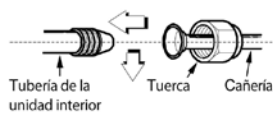
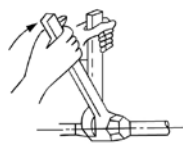

Fig. 51
Fig. 52
- Ajustar los más posible la tuerca flar con los dedos y luego ajustar con la llave inglesa, como muestran Fig. 51 y Fig. 52.
- 1 • Remover la cubierta del conector eléctrico quitando el tornillo como muestra Fig. 51.